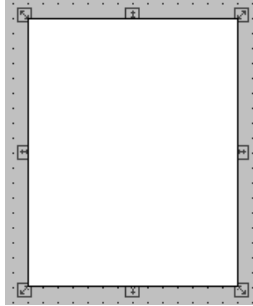

图 14.7 列表框控件
- ◇ 在种类列表中选择“窗口控制”，在右侧的内容中选择“列表框”图标，单击对话框上的“创建”按钮，或直接双击“列表框”图标，关闭对话框。此时鼠标变成小“十”字形，在画面上需要插入控件的地方按下鼠标左键，拖动鼠标，画面上出现一个矩形框，表示创建后控件界面的大小。松开鼠标左键，控件在画面上显示出来。如图 14.7 所示。控件周围有带箭头的小矩形框，鼠标挪到小矩形框上，鼠标箭头变为方向箭头时，按下鼠标左键并拖动，可以改变控件的大小。当鼠标在控件上变为双“十”字型时，按下鼠标左键并拖动，可以改变控件的位置。